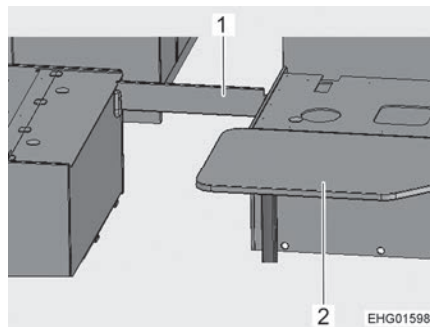

Bild 107 Während des Umbaus
- Tisch (Bild 107,2) zum Bettunterbau umbauen (siehe Abschnitt 7.6).
- Stützbretter (Bild 107,1) anbringen.